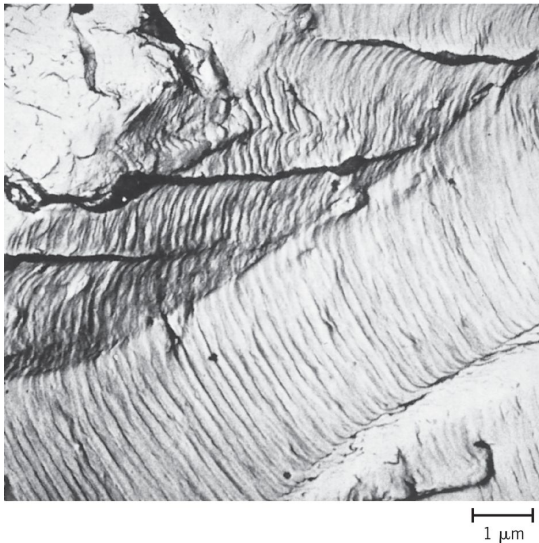

Fig. 23
- Striations (줄무늬) – 매우 작아 SEM, TEM 관찰 – Fig. 23